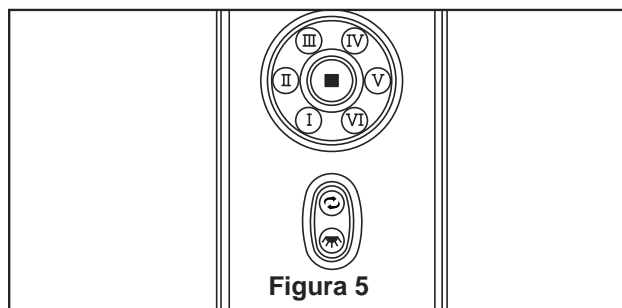

Figura 5
7. Los botones del mando a distancia se describen a continuación: (Figura 5)